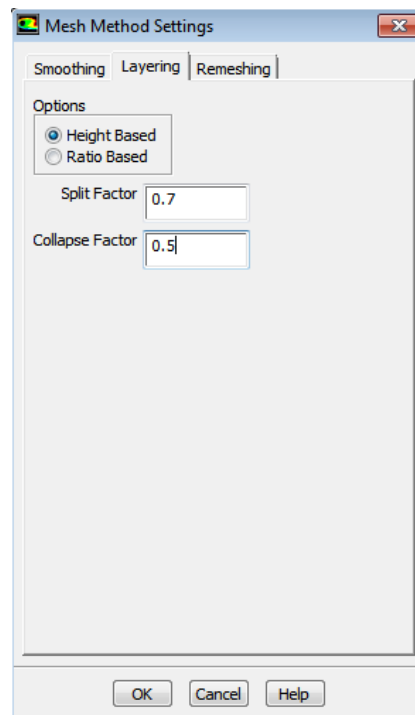

Рисунок 29 – Параметры движения расчетной сетки *Layering*
- выполняется настройка параметров для схемы движения расчетной сетки *Layering* (рисунок 29):